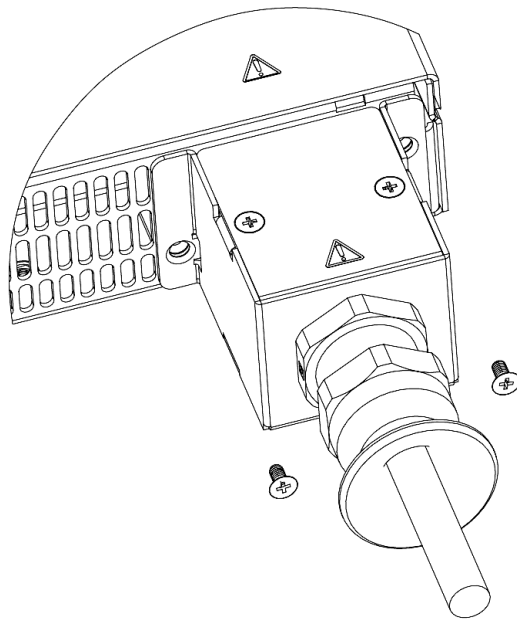

图 4-26: 应力消除装置安装到电源后面板
9. 使用配件盒中提供的两个 M3x8 平头螺钉固定应力消除组件，如图 4-26 所示。紧固扭矩：4.7-5.7 Lbf-inch.(0.53-0.64Nm)。请记住将交流输入连接器插入电源。